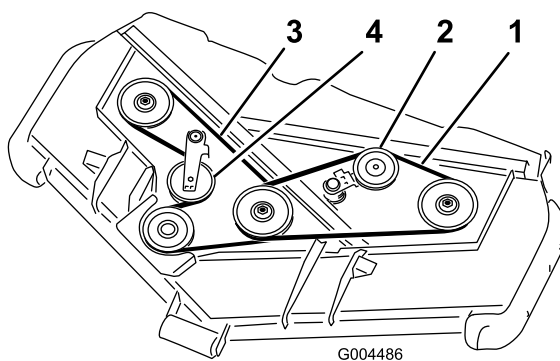

Рисунок 58
3. С помощью монтировки или аналогичного инструмента сдвиньте натяжной шкив верхнего ремня (Рисунок 58), чтобы снять натяжение ремня для его удаления со шкивов.
4. Пропустите новый ремень вокруг шкива редуктора, нижних шкивов и узла натяжного шкива, как показано на Рисунок 58.
5. Пропустите новый ремень вокруг верхних шкивов и натяжного шкива, как показано на Рисунок 58.